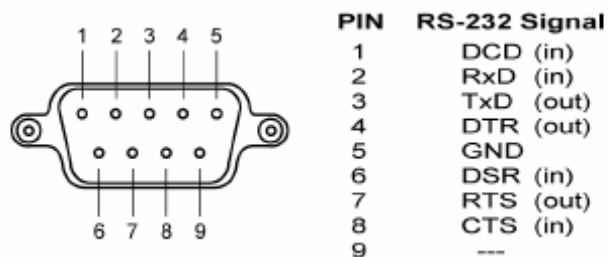

图 2.5 RS232 接口管脚排列
- RS-232 接口，我们使用了其中的 3 根线RXD、TXD、GND，管脚排列如图 2.5所示。